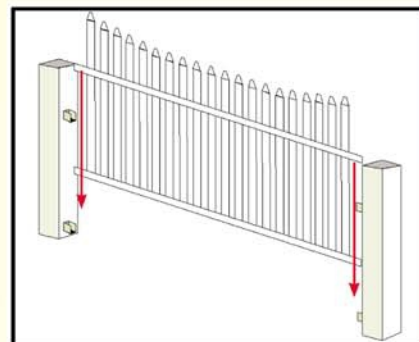

Rys.30
- dolny uchwyt (B) należy zamocować na wysokości zapewniającej minimalny prześwit między sekcją ogrodzenia, a podłożem
- czynność powtórzyć z łącznikiem górnym (C), w odległości (A) zgodnej z wymiarami przyjętymi uprzednio w trakcie montażu sekcji. Rys. 30